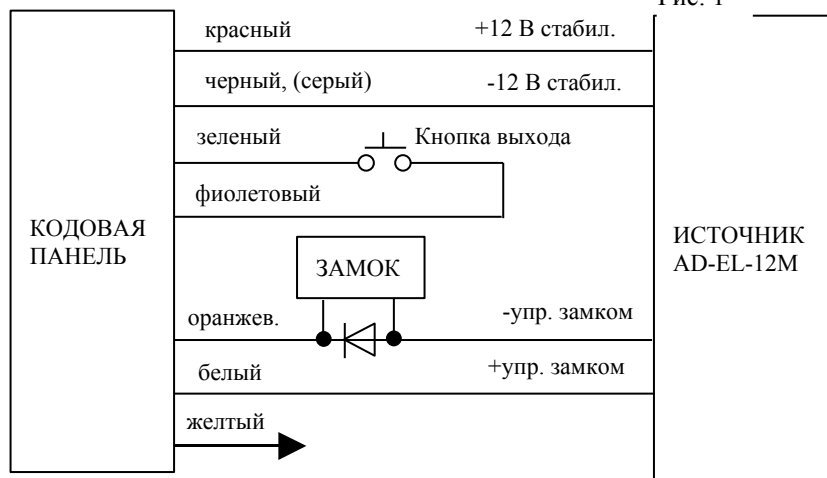

Рис. 2 Типовая схема соединения.
- Выполните все соединения в соответствии с рис. 2. и с табл.1. При использовании электромеханического замка, его катушка должна быть зашунтирована диодом;